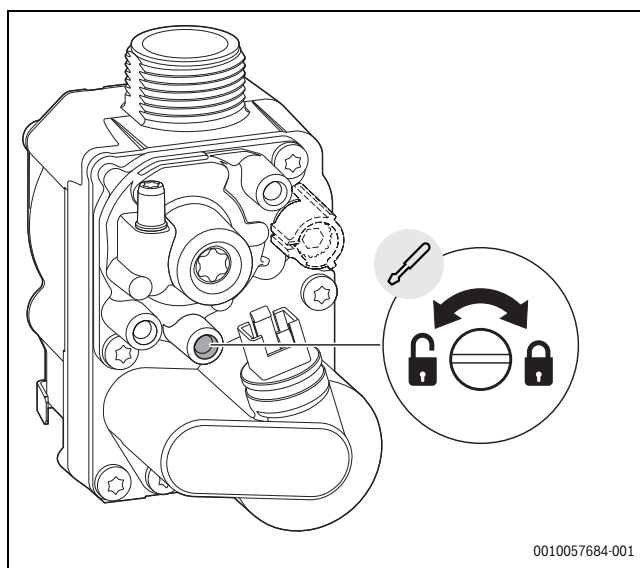

Fig. 88 Mesure de la pression de raccordement du gaz
- Desserrer la vis sur la tubulure de mesure pour la pression de raccordement du gaz de 2 tours (→ fig. 88).